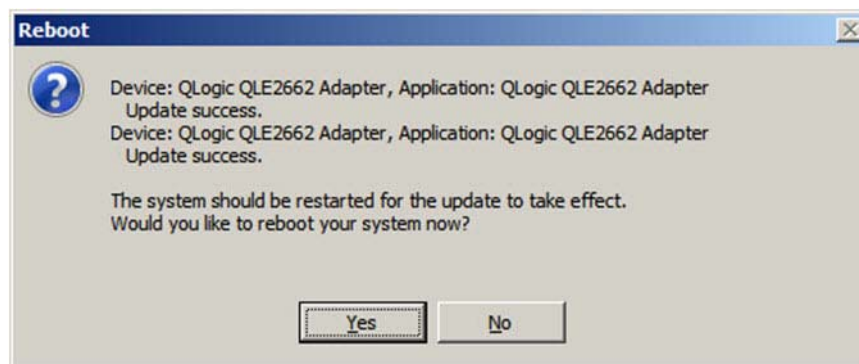

Ilustración 3-4. Resultado de la instalación
3. Cuando haya terminado, el instalador indica el resultado de la instalación (Ilustración 3-4). Haga clic en **Yes** (Sí) para reiniciar.